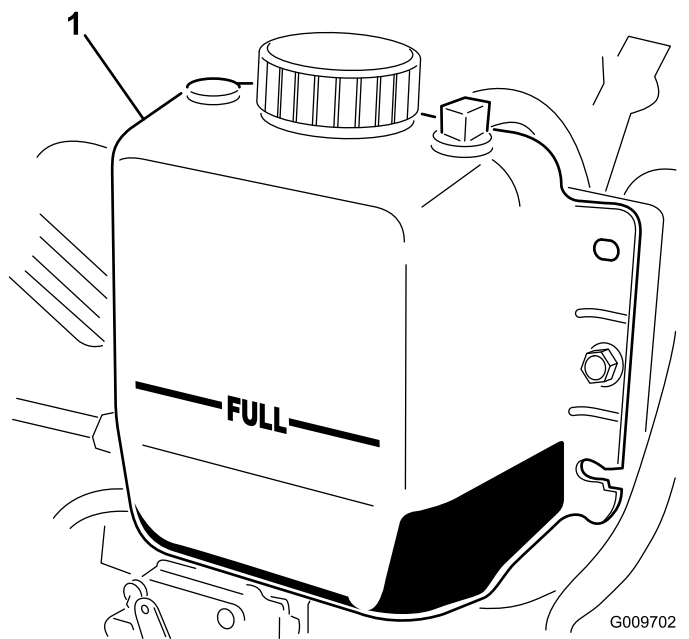

Figure 77
3. Contrôlez le niveau de liquide de refroidissement dans le radiateur. Le radiateur doit être rempli jusqu'en haut du goulot de remplissage et le vase d'expansion jusqu'au repère MAXIMUM (Figure 77).